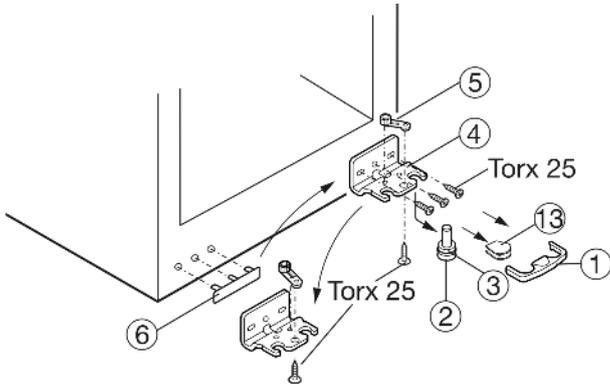

Fig. 4
- ▶ Предохранитель Fig. 4 (1) снимите движением вперед.
- ▶ Снимите крышку Fig. 4 (13)*.
- ▶ Вытяните опорный палец Fig. 4 (2) вниз и вперед. При этом следите за гнездом шарнира Fig. 4 (3).
- ▶ Открутите опорный кронштейн Fig. 4 (4).
- ▶ Открутите опорную деталь Fig. 4 (5) и, переставив в отверстие на противоположной стороне опорного кронштейна, снова прикрутите.
- ▶ Снимите и переставьте на противоположную сторону расположенную на стороне ручки крышку Fig. 4 (6).
- ▶ Снова прикрутите опорный кронштейн Fig. 4 (4) на новой стороне шарнира, при необходимости с помощью аккумуляторного шуруповерта.
- ▶ Установите крышку Fig. 4 (13) на противоположной стороне.*
- ▶ Предохранитель (1) нужно зафиксировать сбоку на кронштейне, чтобы опорный палец и двери были защищены от выпадения.
- ▶ Снова защелкните предохранитель (1) на опорном кронштейне.
- ▶ Наденьте гнездо шарнира Fig. 4 (3).
- ▶ При необходимости выровняйте дверцу через два продольных паза в опорном кронштейне Fig. 4 (4) параллельно корпусу устройства. Для этого выкрутите средний винт.